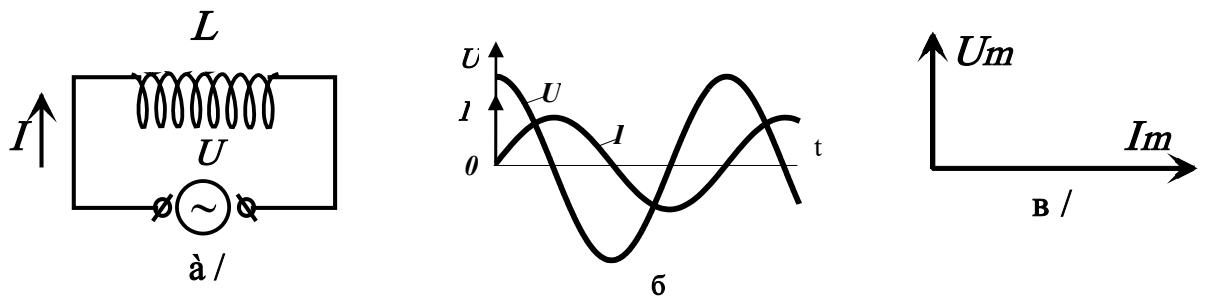

Рис. 3
Подадим переменное напряжение (1) на катушку индуктивности с пренебрежимо малыми сопротивлением и емкостью, как показано на рис. 3а.
На рис. 3б показана зависимость мгновенных значений напряжения и тока в цепи, содержащей индуктивность, от времени. Из рисунка и из сравнения соотношений (1) и (10) видно, что ток, текущий через индуктивность, отстает по фазе от напряжения на индуктивности на $\pi/2$. Так как на векторной диаграмме изменение во времени представляется вращением вектора против движения часовой стрелки, то отставание тока от напряжения на $\pi/2$ соответствует повороту вектора тока от вектора напряжения на угол $\pi/2$ по часовой стрелке. Если вектор тока направить горизонтально, то векторная диаграмма цепи, содержащей индуктивность, примет вид, представленный на рис. 3в.